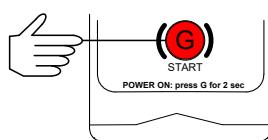

Рис. 3
1. Нажмите и удерживайте G в течение 2 секунд (рис. 3).